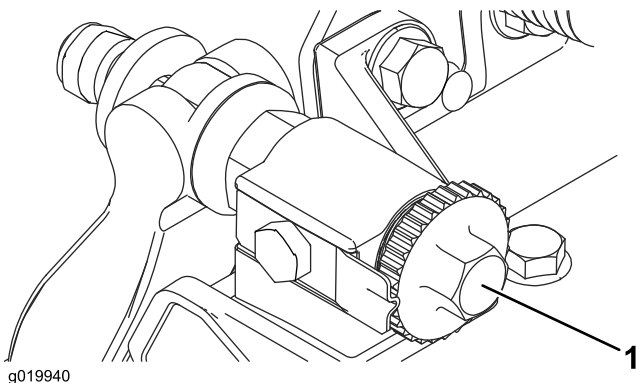

Figura 8
2. Gire los tornillos de ajuste de la barra de asiento en el sentido contrario a las agujas del reloj para asegurarse de que la barra no está en contacto con el molinete (Figura 8).